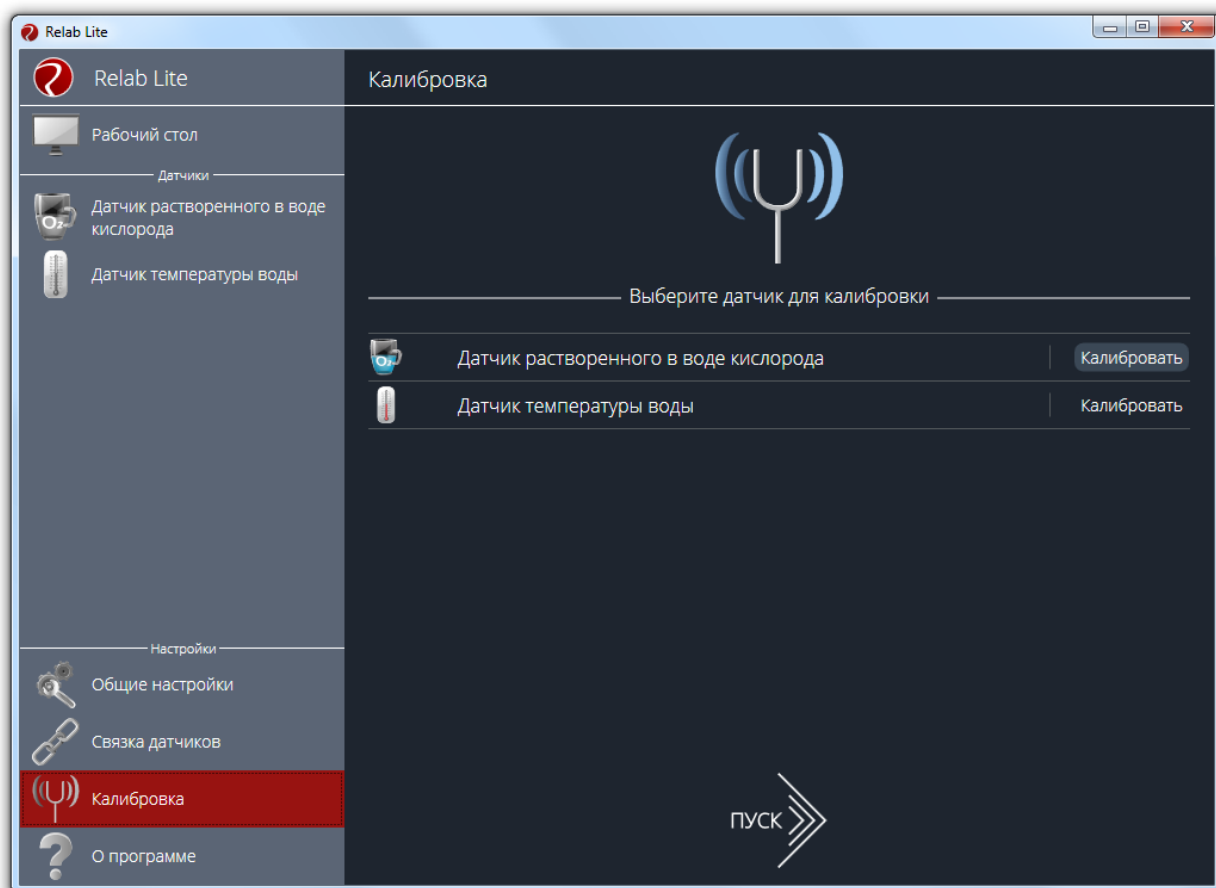

Рисунок 2 – Окно выбора калибруемого датчика
- 5) На панели «Настройки» выбрать пункт меню «Калибровка». В появившемся списке датчиком выбрать режим «Калибровать» для датчика растворенного в воде кислорода (рис. 2).